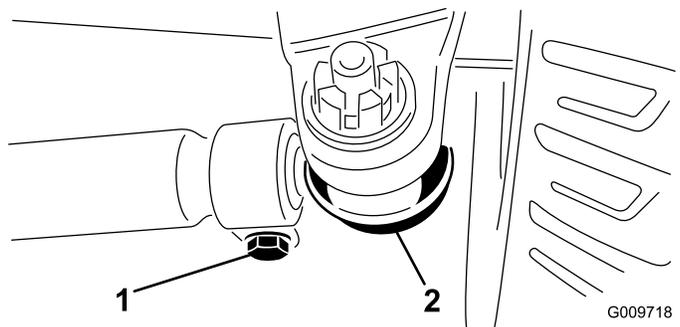

Figura 115
- Per regolare, togliete la coppiglia e il dado da uno dei giunti a sfera del tirante (Figura 115). Togliete il giunto a sfera del tirante dal supporto della scatola del ponte.
- Allentate i fermi su entrambe le estremità dei tiranti (Figura 115).